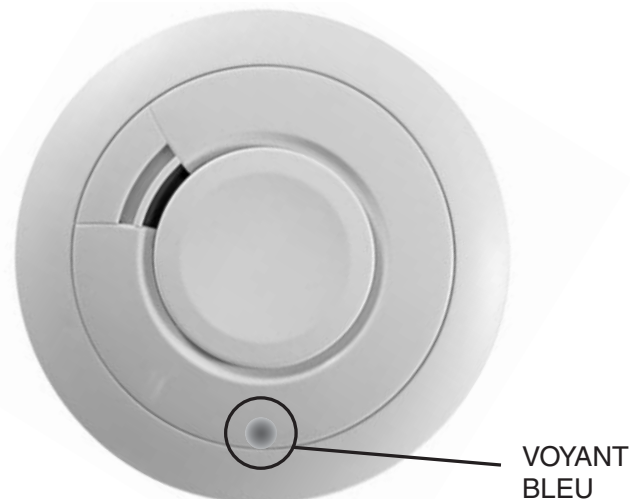

Figure 15b
4. Lorsque les détecteurs sont en mode codage, le voyant bleu (sur le couvercle du détecteur - voir figure 15b) clignote plusieurs fois toutes les 5 secondes pour indiquer: